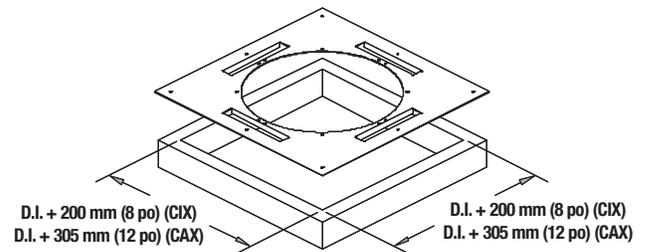

Figure 25 - Plaque de fixation ventilée (APV)
4. Voir **Figure 25** pour les dimensions de l'ouverture à travers le matériau combustible.